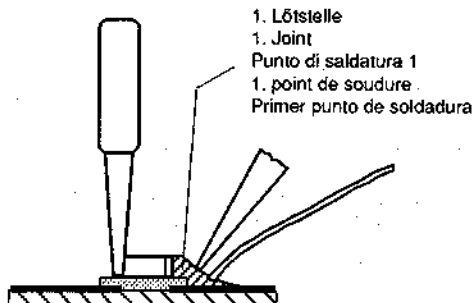

Fig. 4
4. Schritt: CHIP an der Lötstelle ansetzen, zentrieren und anlöten (Fig. 4).
4. step: Put the CHIP onto the soldering point, then center and fix it (Fig. 4).
4. Appoggiare il CHIP sul punto di saldatura, centrarlo e quindi soldarlo (Fig. 4).
4. Poser le composant CMS sur cette pointe de soudure, centrer et souder. Maintenir le composant CMS à l'aide d'une pince brucelle (Fig. 4).
- Cuarto paso: Colocar el CHIP sobre la gota estaño, centrarlo y soldarlo (Fig. 4).